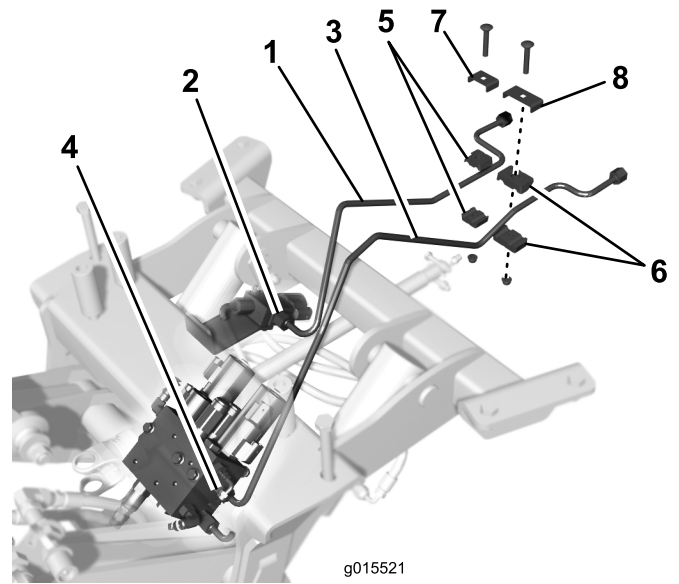

Bild 9
3. Schließen Sie das hintere Ende des kürzeren Hydraulikschlauchs an den Schlauch an der Maschine an (Bild 9).
4. Schließen Sie das hintere Ende des längeren Hydraulikschlauchs an den Schlauch an der Maschine an (Bild 9).
6. Befestigen Sie den kürzeren Hydraulikschlauch mit der kleineren Schlauchklemme, der Platte der Schlossschraube und der Bundmutter lose am daneben liegenden Schlauch, wie in Bild 9 dargestellt.
7. Befestigen Sie den längeren Hydraulikschlauch mit der größeren Schlauchklemme, der Platte der Schlossschraube und der Bundmutter lose am daneben liegenden Schlauch, wie in Bild 9 dargestellt.